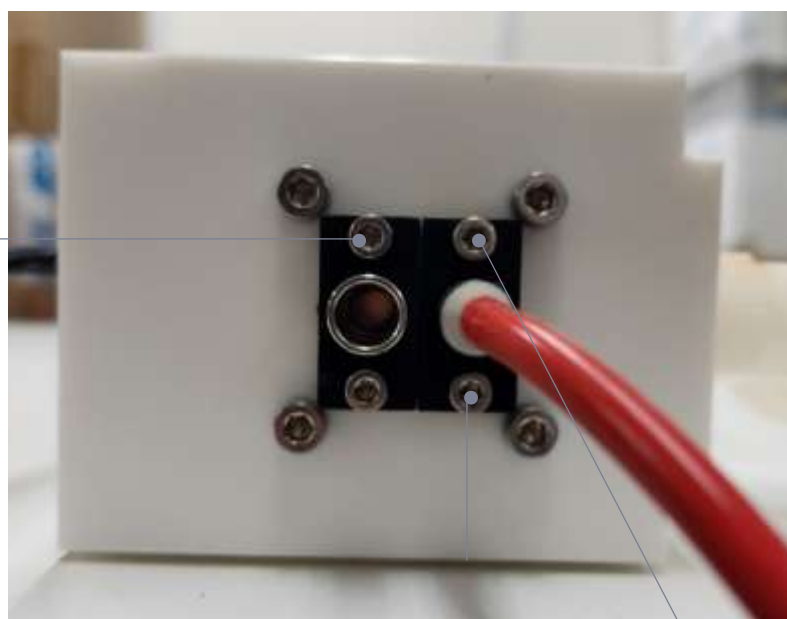

図 7
- 13 黒いワイヤーが外側を向くようにポンプ チャンバーを回転させ、エンド キャップのネジとエンドキャップを M 25 六角レンチを使用して取り外します。(図 7)。